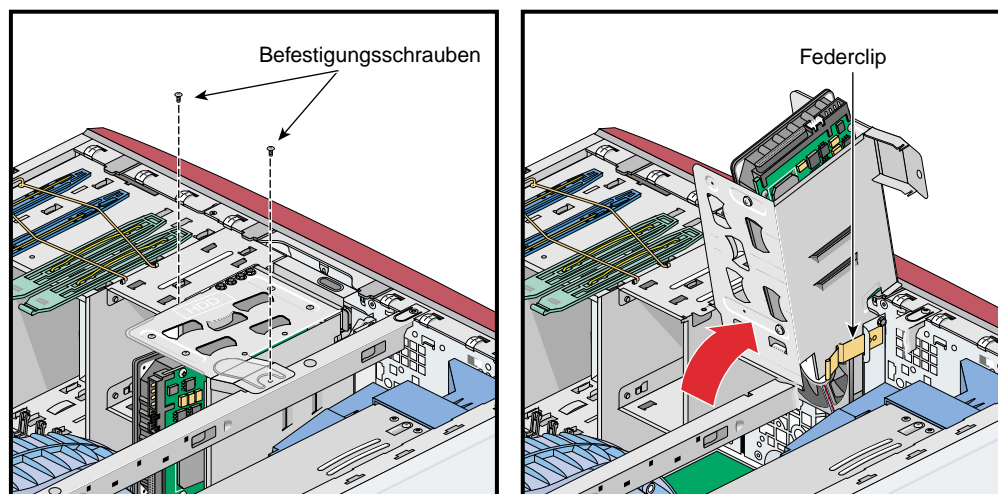

Abbildung 4-32 Öffnen des unteren Laufwerk-Einbaurahmens
2. Lösen Sie die beiden Schrauben, mit denen der Laufwerk-Einbaurahmen am Gehäuse befestigt ist. Klappen Sie den Laufwerk-Einbaurahmen anschließend nach oben und aus dem Gehäuse, bis er einrastet. Siehe Abbildung 4-32.